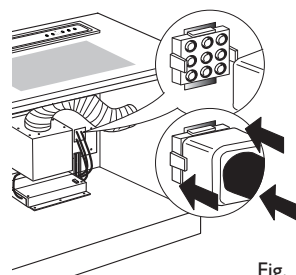

Fig. 1
- que la connexion à 9 pôles est correctement insérée. (Figure 1)